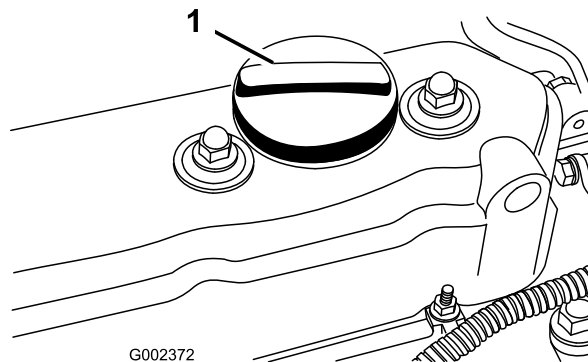

Рисунок 16
3. Если уровень масла низкий, снимите крышку заливной горловины (Рисунок 16) и долейте столько масла, чтобы поднять его уровень до метки Full на масляном щупе.